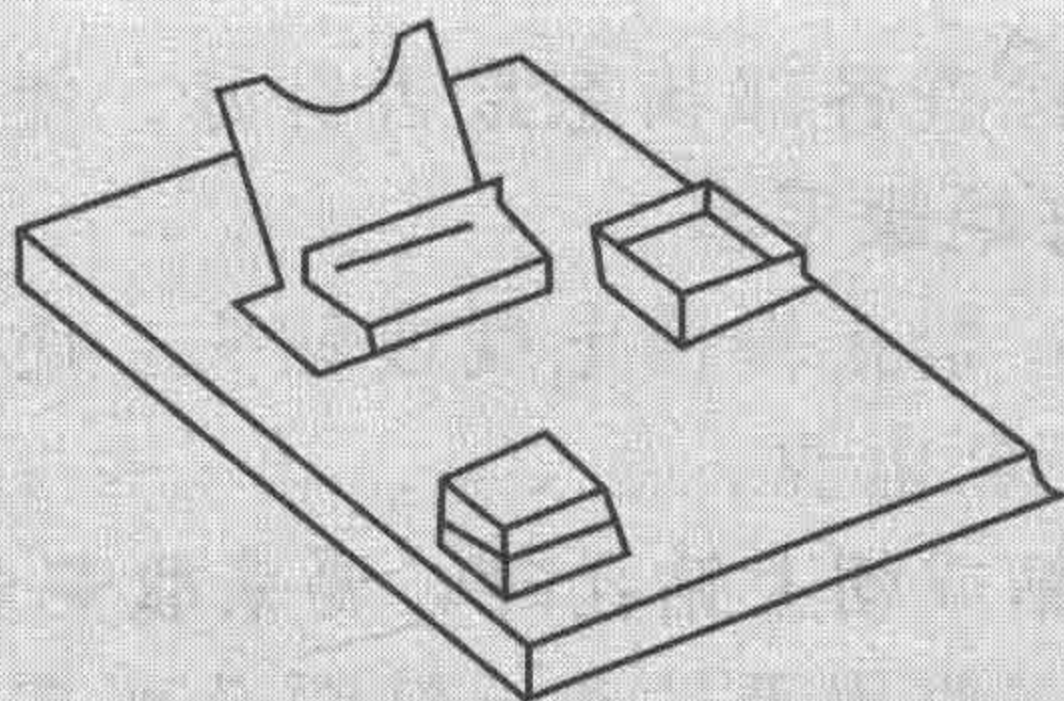

图 1-10 烙铁架
- ① 为了不影响电烙铁头的拆装，使用过程中应轻拿轻放，不得敲击电烙铁，以免损坏内部发热元件。
- ② 烙铁头应经常保持清洁，使用时可常在石棉毡上擦几下以除去氧化层。
- ③ 烙铁使用日久，烙铁头上可能出现凹坑，影响正常焊接。此时可用锉刀对其整形，加工到符合要求的形状再浸锡。
- ④ 使用中的电烙铁不可搁在木架上，而应放在特制的烙铁架(图 1-10)上，以免烫坏导线或其他物件引起火灾。